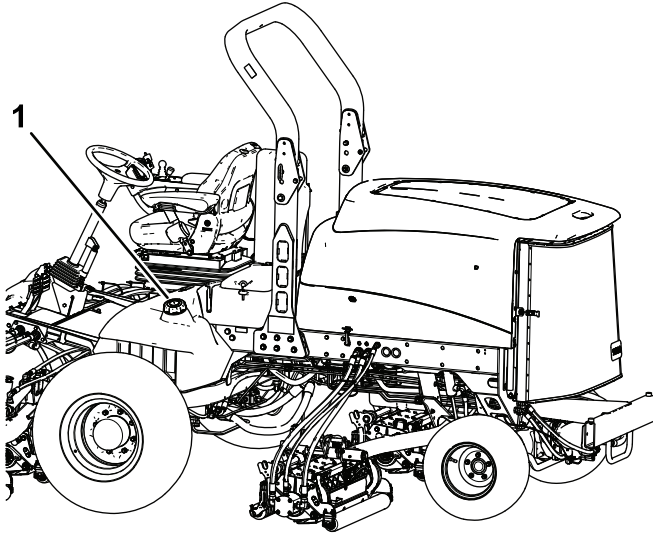

Figura 34
3. Retire el tapón del depósito de combustible (Figura 34).